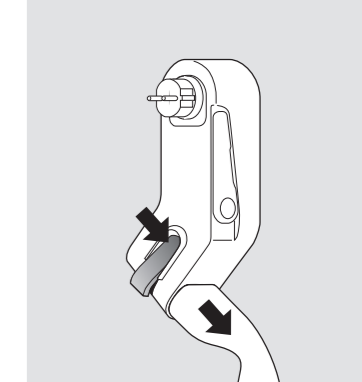

Fig. 3: Desbloqueio da tomada tipo 2
- Desligue a Mobility Dock (A) da tomada elétrica
- Desbloqueie (D) o suporte de parede (E) e coloque na posição de início
- Caso necessário, desbloqueie a ficha de carregamento com a alavanca laranja (B) e desligue (Consultar a Fig. 3)